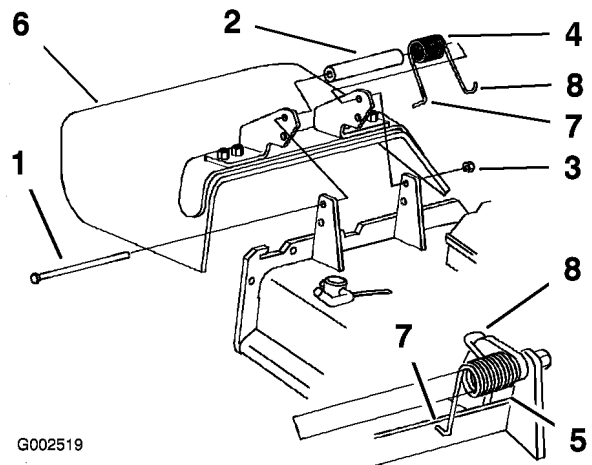

Figure 72
1. Retirez le contre-écrou, le boulon, le ressort et l'entretoise qui fixent le déflecteur aux supports de pivot (Figure 72).
Remarque: Prenez soin de placer l'extrémité en **L** du ressort derrière le bord du plateau avant de mettre le boulon en place, comme illustré (Figure 72).
5. Accrochez l'extrémité en **J** du ressort au déflecteur d'herbe (Figure 72).